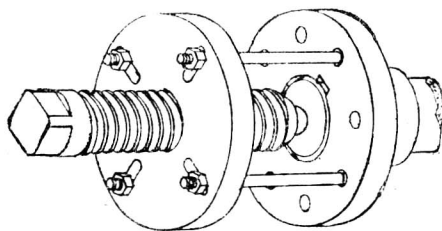

图 1-10 用圆盘形拆卸器拆联轴器
2. 联轴器的拆卸 联轴器与轴的配合常用H7/k6或H7/js6, (旧标准为 D/gc或D/gd)。这种配合往往都有一定的过盈量。拆卸时,一般都必须采用上述拆卸轴承所用的双拉杆拆卸器,或三爪来拆卸。对于过盈量较大或轴颈比较大的联轴器,用图1-10所示的圆盘形拆卸器来拆卸较为容易。拆卸时先用 4 根双头螺栓将圆盘拆卸器与联轴器对称连接起来,同时将丝